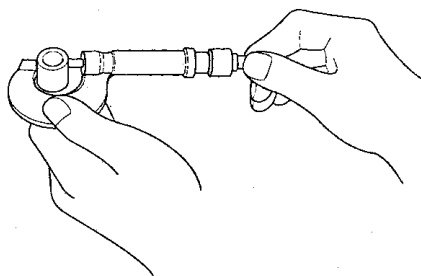

图 2-40 测量活塞销直径
1) 如图 2-40 所示，测量活塞销的直径。活塞销的标准值：17.996 ~ 18.000mm。